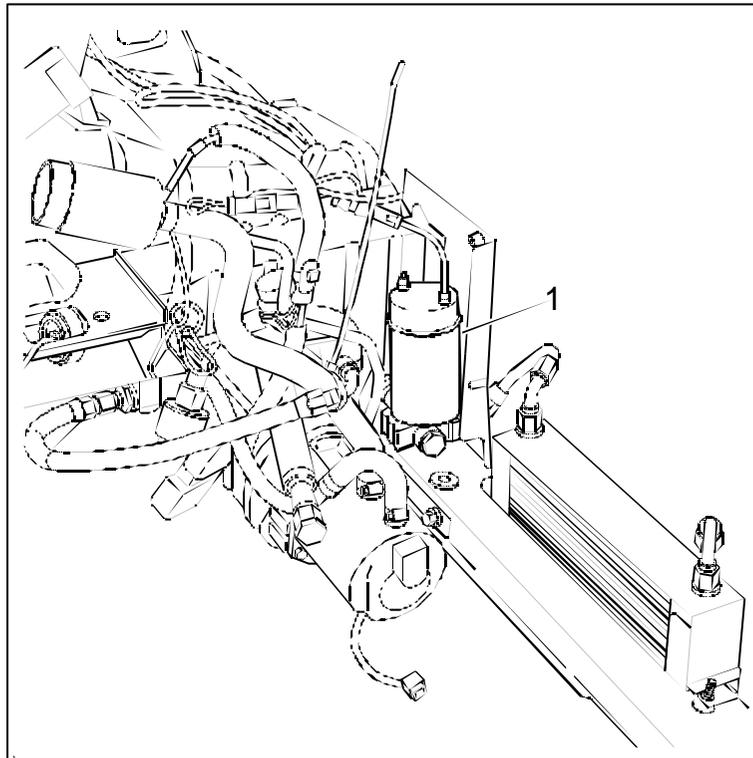
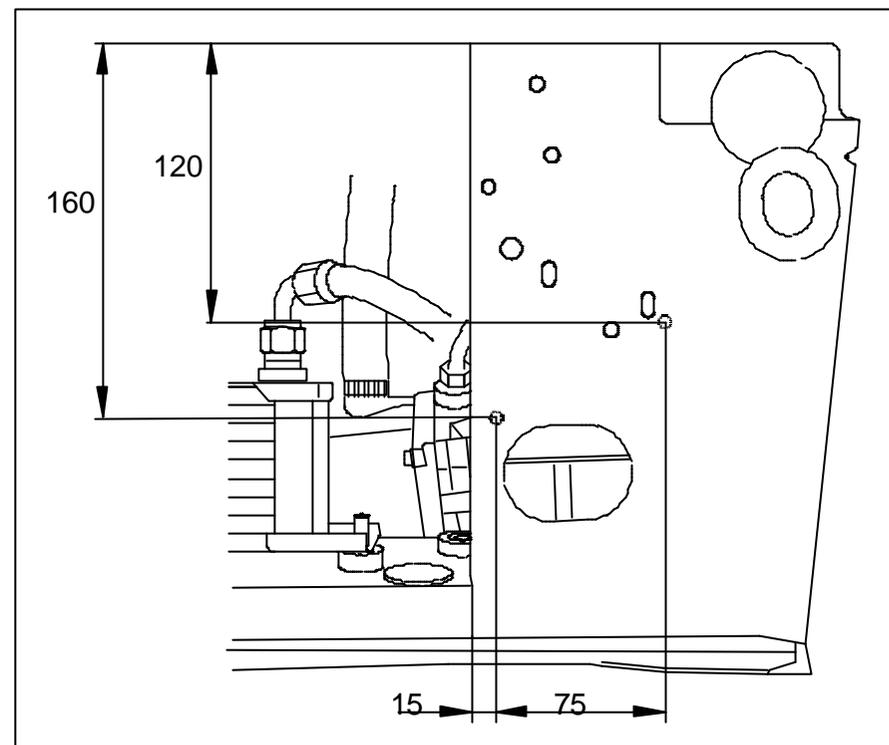

Fig. 1
Fig. 2
- ⊕ Positionner la pompe de circulation d'huile (rep. 1, fig. 1) à l'intérieur du compartiment moteur suivant les côtes (fig. 2)